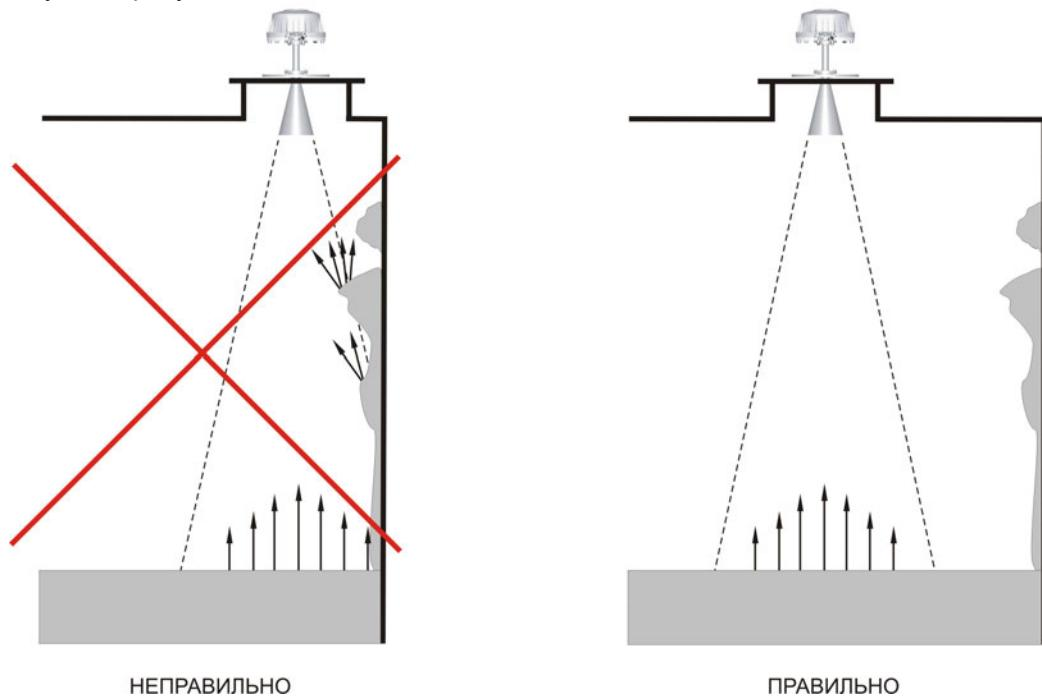

Рисунок 13 – Установка прибора при налипании продукта на стенке резервуара
– если в конус диаграммы направленности прибора попадают налипания (наросты) на стенах или струя (поток) продукта при загрузке резервуара, это приводит к искажению или частичной потере радиосигнала, отраженного от действительного уровня продукта и его неправильному измерению. Необходимо устанавливать прибор таким образом, чтобы исключить возникновение подобных ситуаций, рисунок 13 и 14.